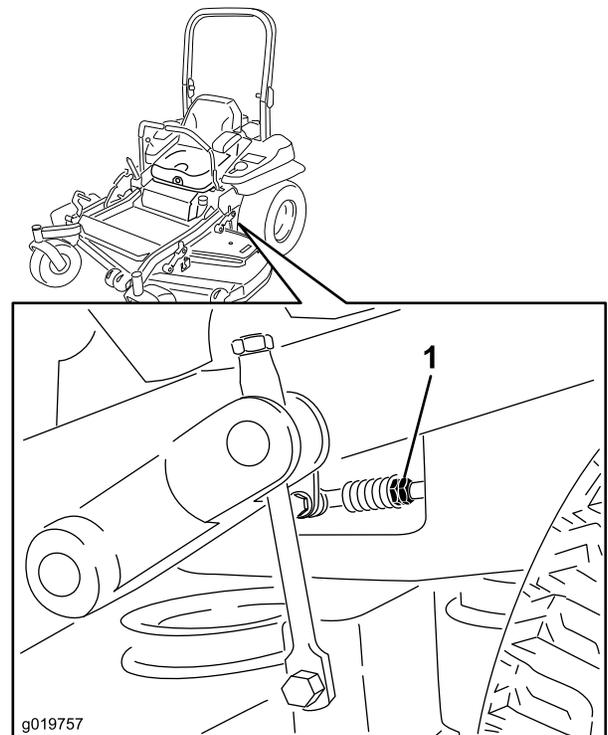

Figure 83
7. Placez les leviers de commande de déplacement en position point mort. Réglez la longueur des tiges de pompes en tournant les doubles écrous dans le sens voulu jusqu'à ce que les roues tournent légèrement en marche arrière (Figure 83). Placez les leviers de commande de déplacement en position de marche arrière et, tout en appuyant légèrement sur les leviers, laissez les ressorts de marche arrière ramener les leviers au point mort. Les roues doivent s'arrêter de tourner ou tourner légèrement en arrière.